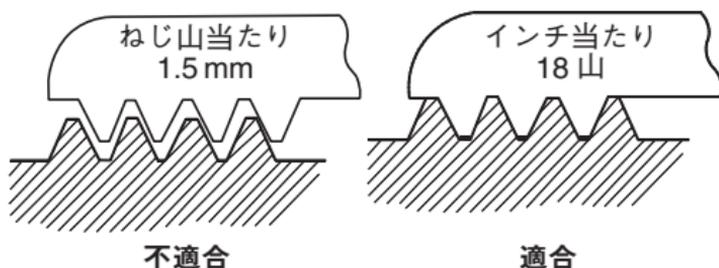

図3
- c. ねじピッチ・ゲージ・フォームをねじ山に当てて、手順bで識別したねじに適合するものを見つけます(図3)。